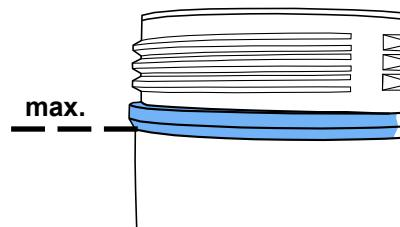

Abb. 7
- Strahltank durch Drücken des Entlüftungsventils (5) vollständig entlüften.
- Tankdeckel abschrauben (4). (Lässt sich der Tankdeckel nicht lösen, ist noch Druck im Strahltank vorhanden >>> Entlüftungsventil erneut betätigen!)
- Strahlmittel nur bis zur max. Füllhöhe einfüllen (Abb. 7) (Verdickung des Tankmantels unterhalb des Gewindes).